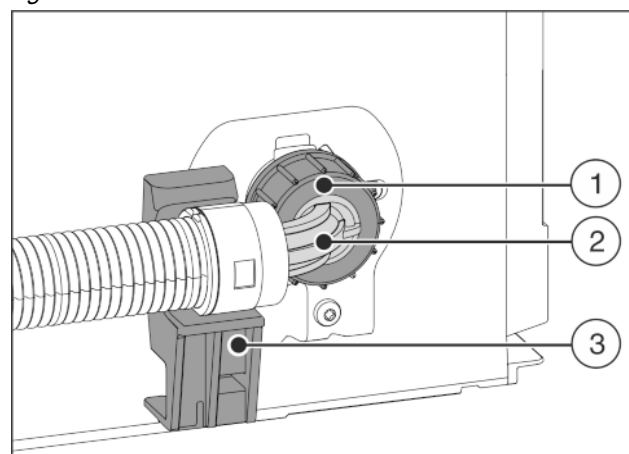

Fig. 22
- Posizionare l'estremità angolata del tubo Fig. 22 (2) in orizzontale sul supporto Fig. 22 (3) e fissare.
- Avvitare a mano il dado Fig. 22 (1) sul filetto finché non è perfettamente in sede.